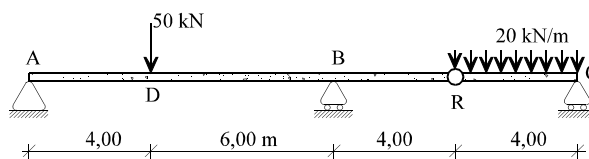

Figura 12
12) Calcular los movimientos de todos los puntos con nombre de la viga de la figura 12. [PCE3]